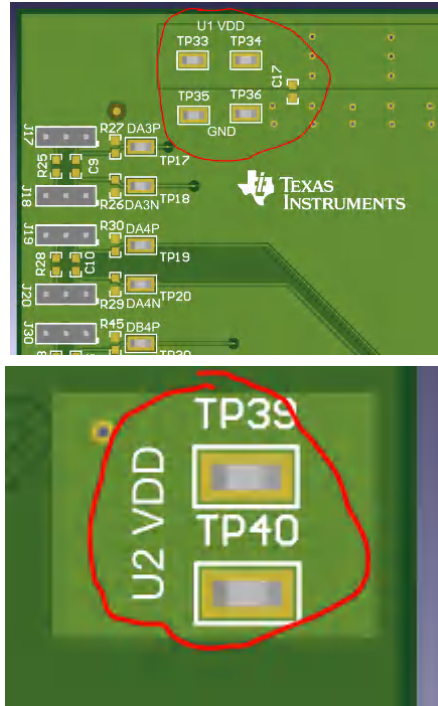

图 5-1. U1 和 U2 的 TMUX646EVM 电源连接。
- 连接 1.65V 至 5.5V 电源为电路板供电，电流限制为 25mA，正极端子连接到电路板右上方的 TP33 或 TP34（在标签 U1 VDD 下方）。将负极端子连接到电路板右上角的 TP35 或 TP36（在标签 GND 上方）。TMUX646 现已通电。要为 U2 供电，请将正极电源端子连接到 TP39 或 TP40。下面的图 5-1 以红色圆圈显示了测试点。